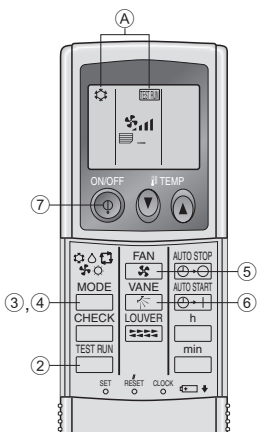

Fig. 7-5
7.2.2. Uso del comando a distanza senza filo (Fig. 7-5)
- ① Attivare l'alimentazione almeno 12 ore prima della prova di funzionamento.
- ② Premere due volte continuamente il pulsante . (Avviare questa operazione con il display del comando a distanza spento.)
- ③ Premere il pulsante per attivare il modo COOL e controllare poi se l'aria fredda viene soffiata dalla sezione interna.
- ④ Premere il pulsante per attivare il modo HEAT e controllare se l'aria riscaldata viene soffiata dall'unità.
- ⑤ Premere il pulsante e verificare se la velocità del ventilatore cambia.
- ⑥ Premere il tasto e controllare se le alette automatiche si muovono correttamente.
- ⑦ Premere il pulsante di accensione/spegnimento ON/OFF per arrestare la prova di funzionamento.